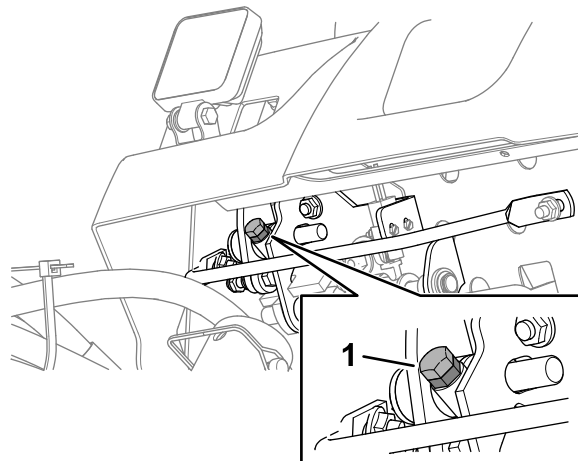

Figura 89
- Para reducir la velocidad de siega, gire el tornillo de tope de velocidad (Figura 89) en sentido horario.